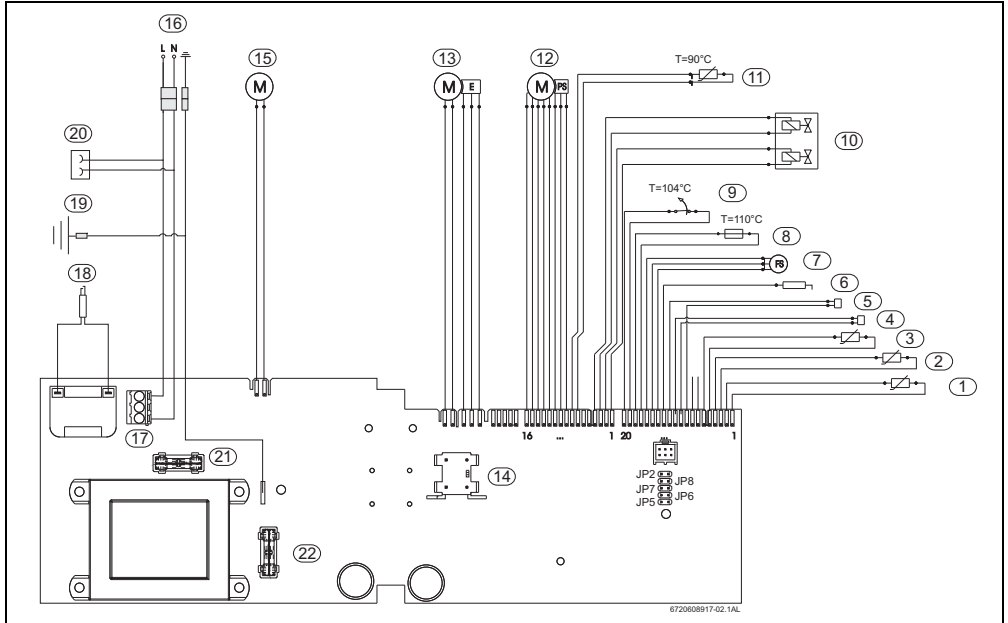

Fig. 3 Schema elettrico
Ogniqualvolta si apre un rubinetto dell'acqua calda, il flusso-stato (Fig. 3 , pos. 7) invia un segnale all'unità di controllo, dando inizio al ciclo di funzionamento: